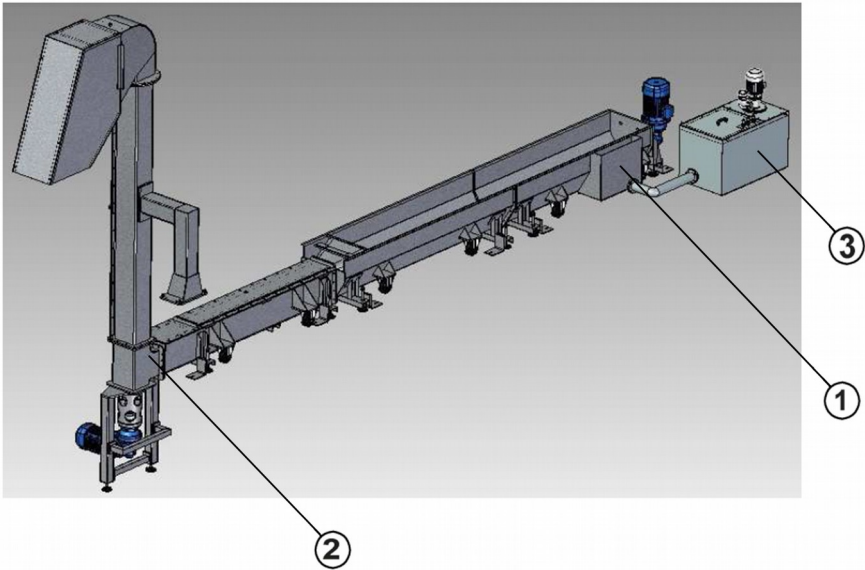

Figura 26. Extractor de virutas.
El extractor virutas está ubicado en el foso bajo la zona de mecanizado. Las virutas generadas y mezcladas con la taladrina en el proceso de mecanizado se evacuan a través de un tornillo sinfín ubicado en el evacuador horizontal (1, Figura 26). Este sinfín transporta la viruta hasta los pies del colector vertical (2), que la eleva a la parte superior para expulsarla por una rampa a un contenedor.